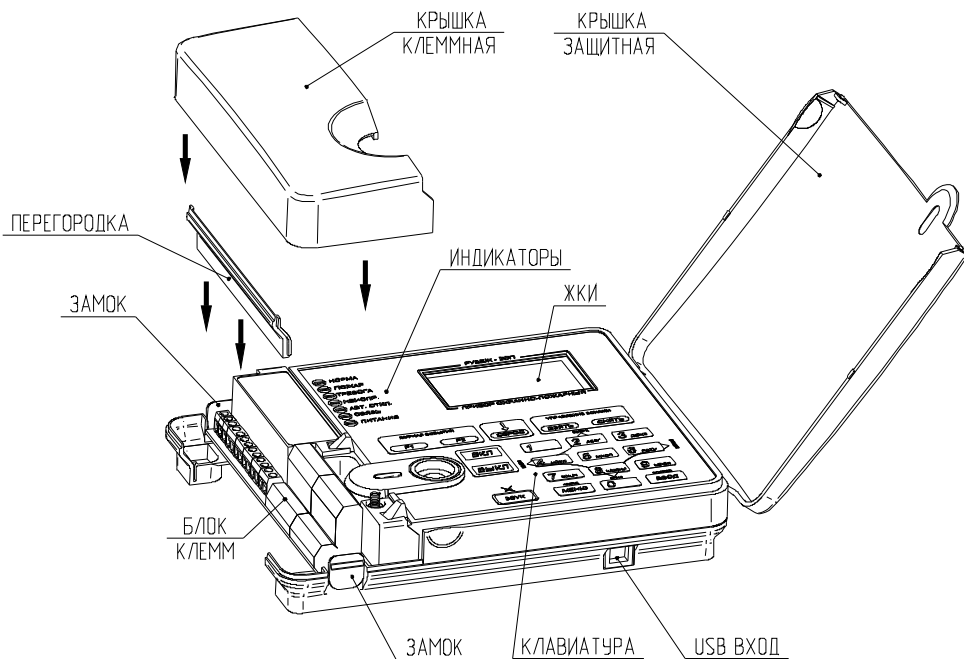

Рисунок 10
- в) обеспечить доступ к клеммникам прибора, для чего необходимо (см. рисунок 10):